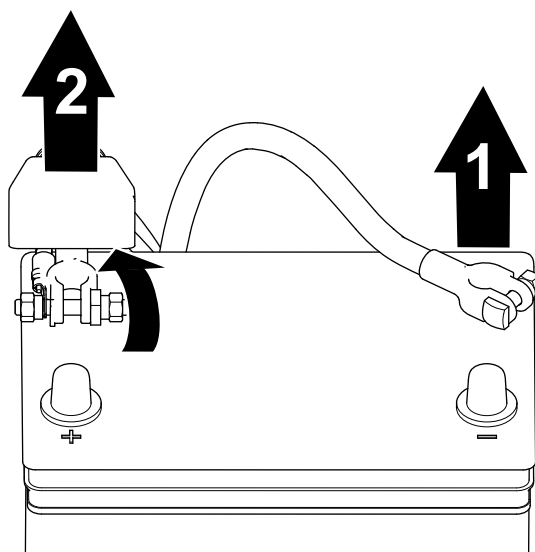

Figura 38
2. Deconectați cablul negativ al bateriei de la borna bateriei (Figura 38).
3. Ridicați izolatorul și îndeșărtați cablul pozitiv al bateriei de la borna acesteia (Figura 38).